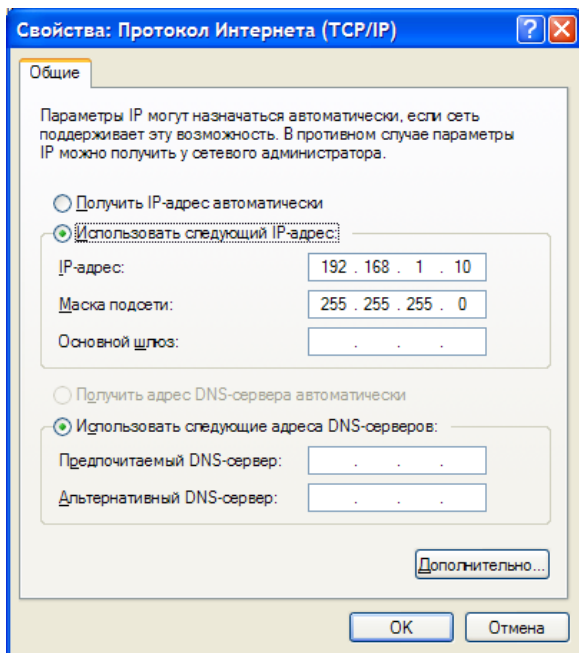

Рис.7.1. Настройка сетевого адаптера компьютера
- на компьютере (Рис.7.1), с которого будет производиться настройка Платы, установить любой IP адрес из диапазо-